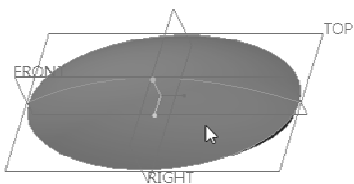

图 7-119 选择面组
- 1 将选择过滤器的选项设置为“面组”，单击如图 7-119 所示的曲面。